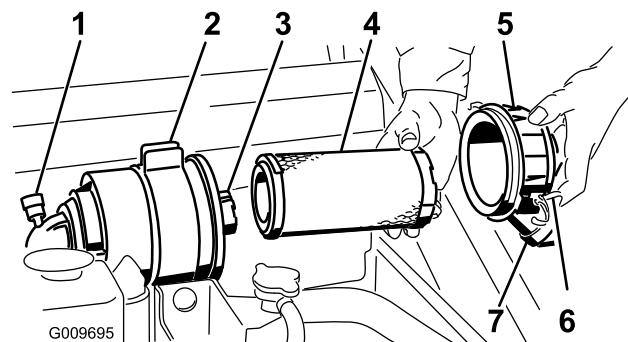

Figure 33
Important: Faites l'entretien du filtre à air uniquement quand l'indicateur de colmatage est rouge (Figure 33). Changer le filtre à air prématûrement ne fait qu'accroître le risque de contamination du moteur par des impuretés quand le filtre est déposé.
4. Ouvrez les verrous du filtre à air et séparez le couvercle du corps du filtre (Figure 33).
- Sortez l'élément principal du corps du filtre avec précaution (Figure 33). Évitez de cogner l'élément à l'intérieur du corps.
- Si vous remplacez l'élément filtrant de sécurité, insérez-le avec précaution dans le corps du filtre (Figure 33).
- Placez ensuite l'élément principal sur l'élément de sécurité avec le même soin (Figure 33). Assurez-vous qu'il est bien engagé en appuyant sur le rebord extérieur.
- Reposez le couvercle du filtre à air, le côté portant l'inscription « UP » en haut, et fermez les dispositifs de verrouillage (Figure 33).